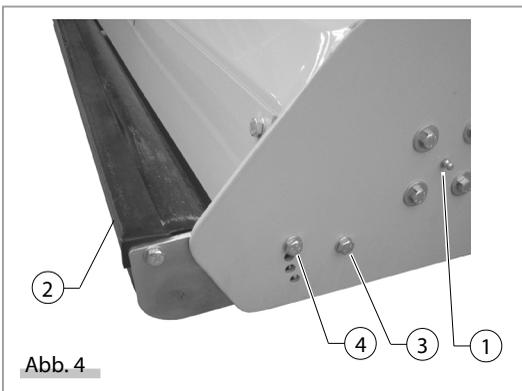

Abb. 4
- # Rotor angetriebene Seite (Abb.4 Pos.1);
Dieser Vorgang ist bei abgeschaltetem Traktor durchzuführen. Bedienen Sie sich hierzu der hinteren Stützwalze (Abb. 4 Pos. 2), die Sie so einstellen, dass die Klingen des Rotors etwa 2 cm vom Boden entfernt arbeiten.
Diese Einstellung erfolgt mit Hilfe der Schrauben (Abb. 4 Pos. 3 und 4).